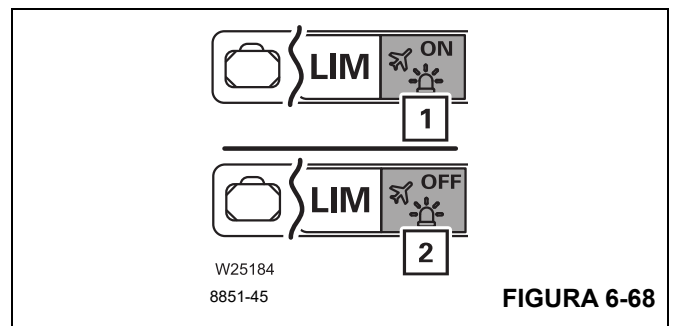

FIGURA 6-68
Para encender:	Seleccione el símbolo (1), (Figura 6-68) y confirme – se visualiza el símbolo ON
Para apagar:	Seleccione el símbolo (2), (Figura 6-68) y confirme – se visualiza el símbolo OFF